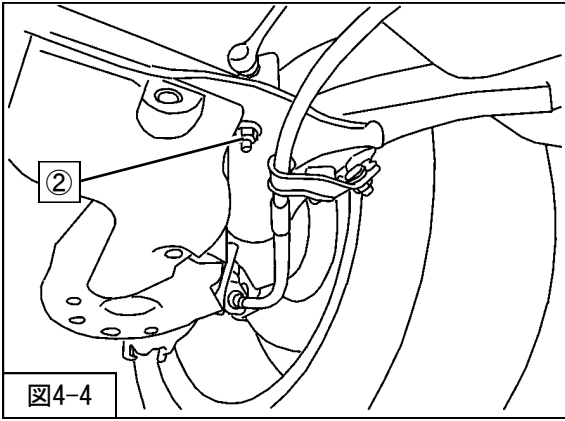

図4-4
②ハイトコントロールセンサ取付ナット（締付トルク：21.6N・m）を取付けてください。（図4-4）